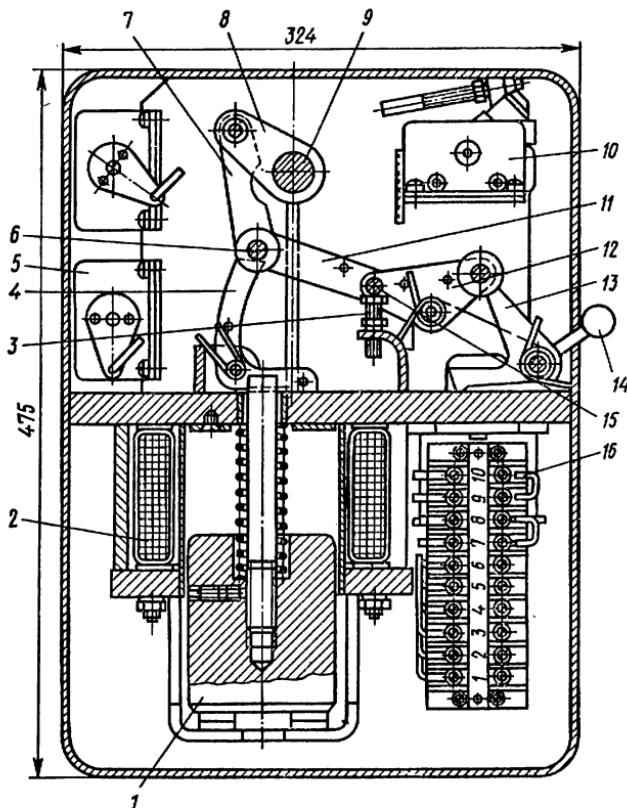

Рис. 88. Электромагнитный привод ПЭ-11
**Электромагнитный привод ПЭ-11** (рис. 88) — **прямого действия**. Тяговые усилия для включения масляного выключателя создаются сердечником и электромагнитной катушкой, потребляющей электрическую энергию постоянного тока 110 и 220 В. Сердечник, связанный с системой рычагов, производит включение выключателя.